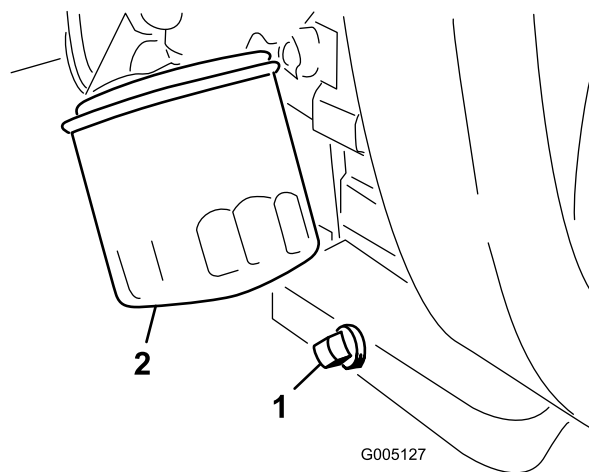

Figura 45
1. Retire el tapón de vaciado (Figura 45) y deje fluir el aceite a un recipiente apropiado. Cuando el aceite deje de fluir, coloque el tapón de vaciado.
2. Retire el filtro de aceite (Figura 45). Aplique una capa ligera de aceite limpio a la junta del filtro nuevo.